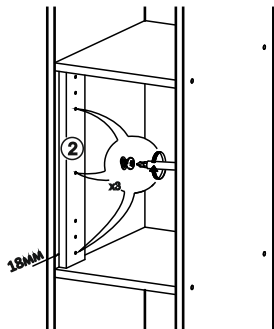
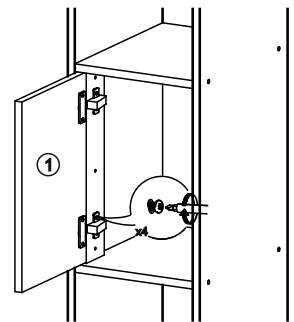

рис. 1
рис. 2
1. К боковине стеллажа левой или правой (в зависимости от стороны открывания) прикрутить планку (2) саморезами 3,5х30 через сквозные отверстия на расстоянии 18 мм от края (рис. 1)
2. К фасаду (1) прикрутить петли шурупом 3,5х16
3. Закрепить фасад с установленными петлями к планке винтами 6,3х13 (рис. 2)